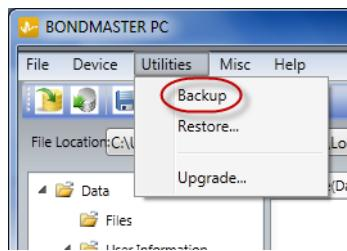

Рис. 7-24 Команда Backup (Резервное копирование)
2. В меню **Utilities** программного обеспечения BondMaster PC выберите **Backup** [Резервное копирование] (см. Рис. 7-24 на стр. 217).